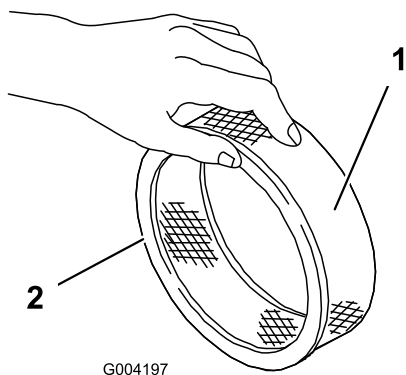

Figura 45
5. Verifique se o filtro de papel tem rasgos, película de óleo ou o vedante de borracha danificado (Figura 45).
1. Faça deslizar cuidadosamente o filtro prévio de esponja para o filtro de papel (Figura 45).